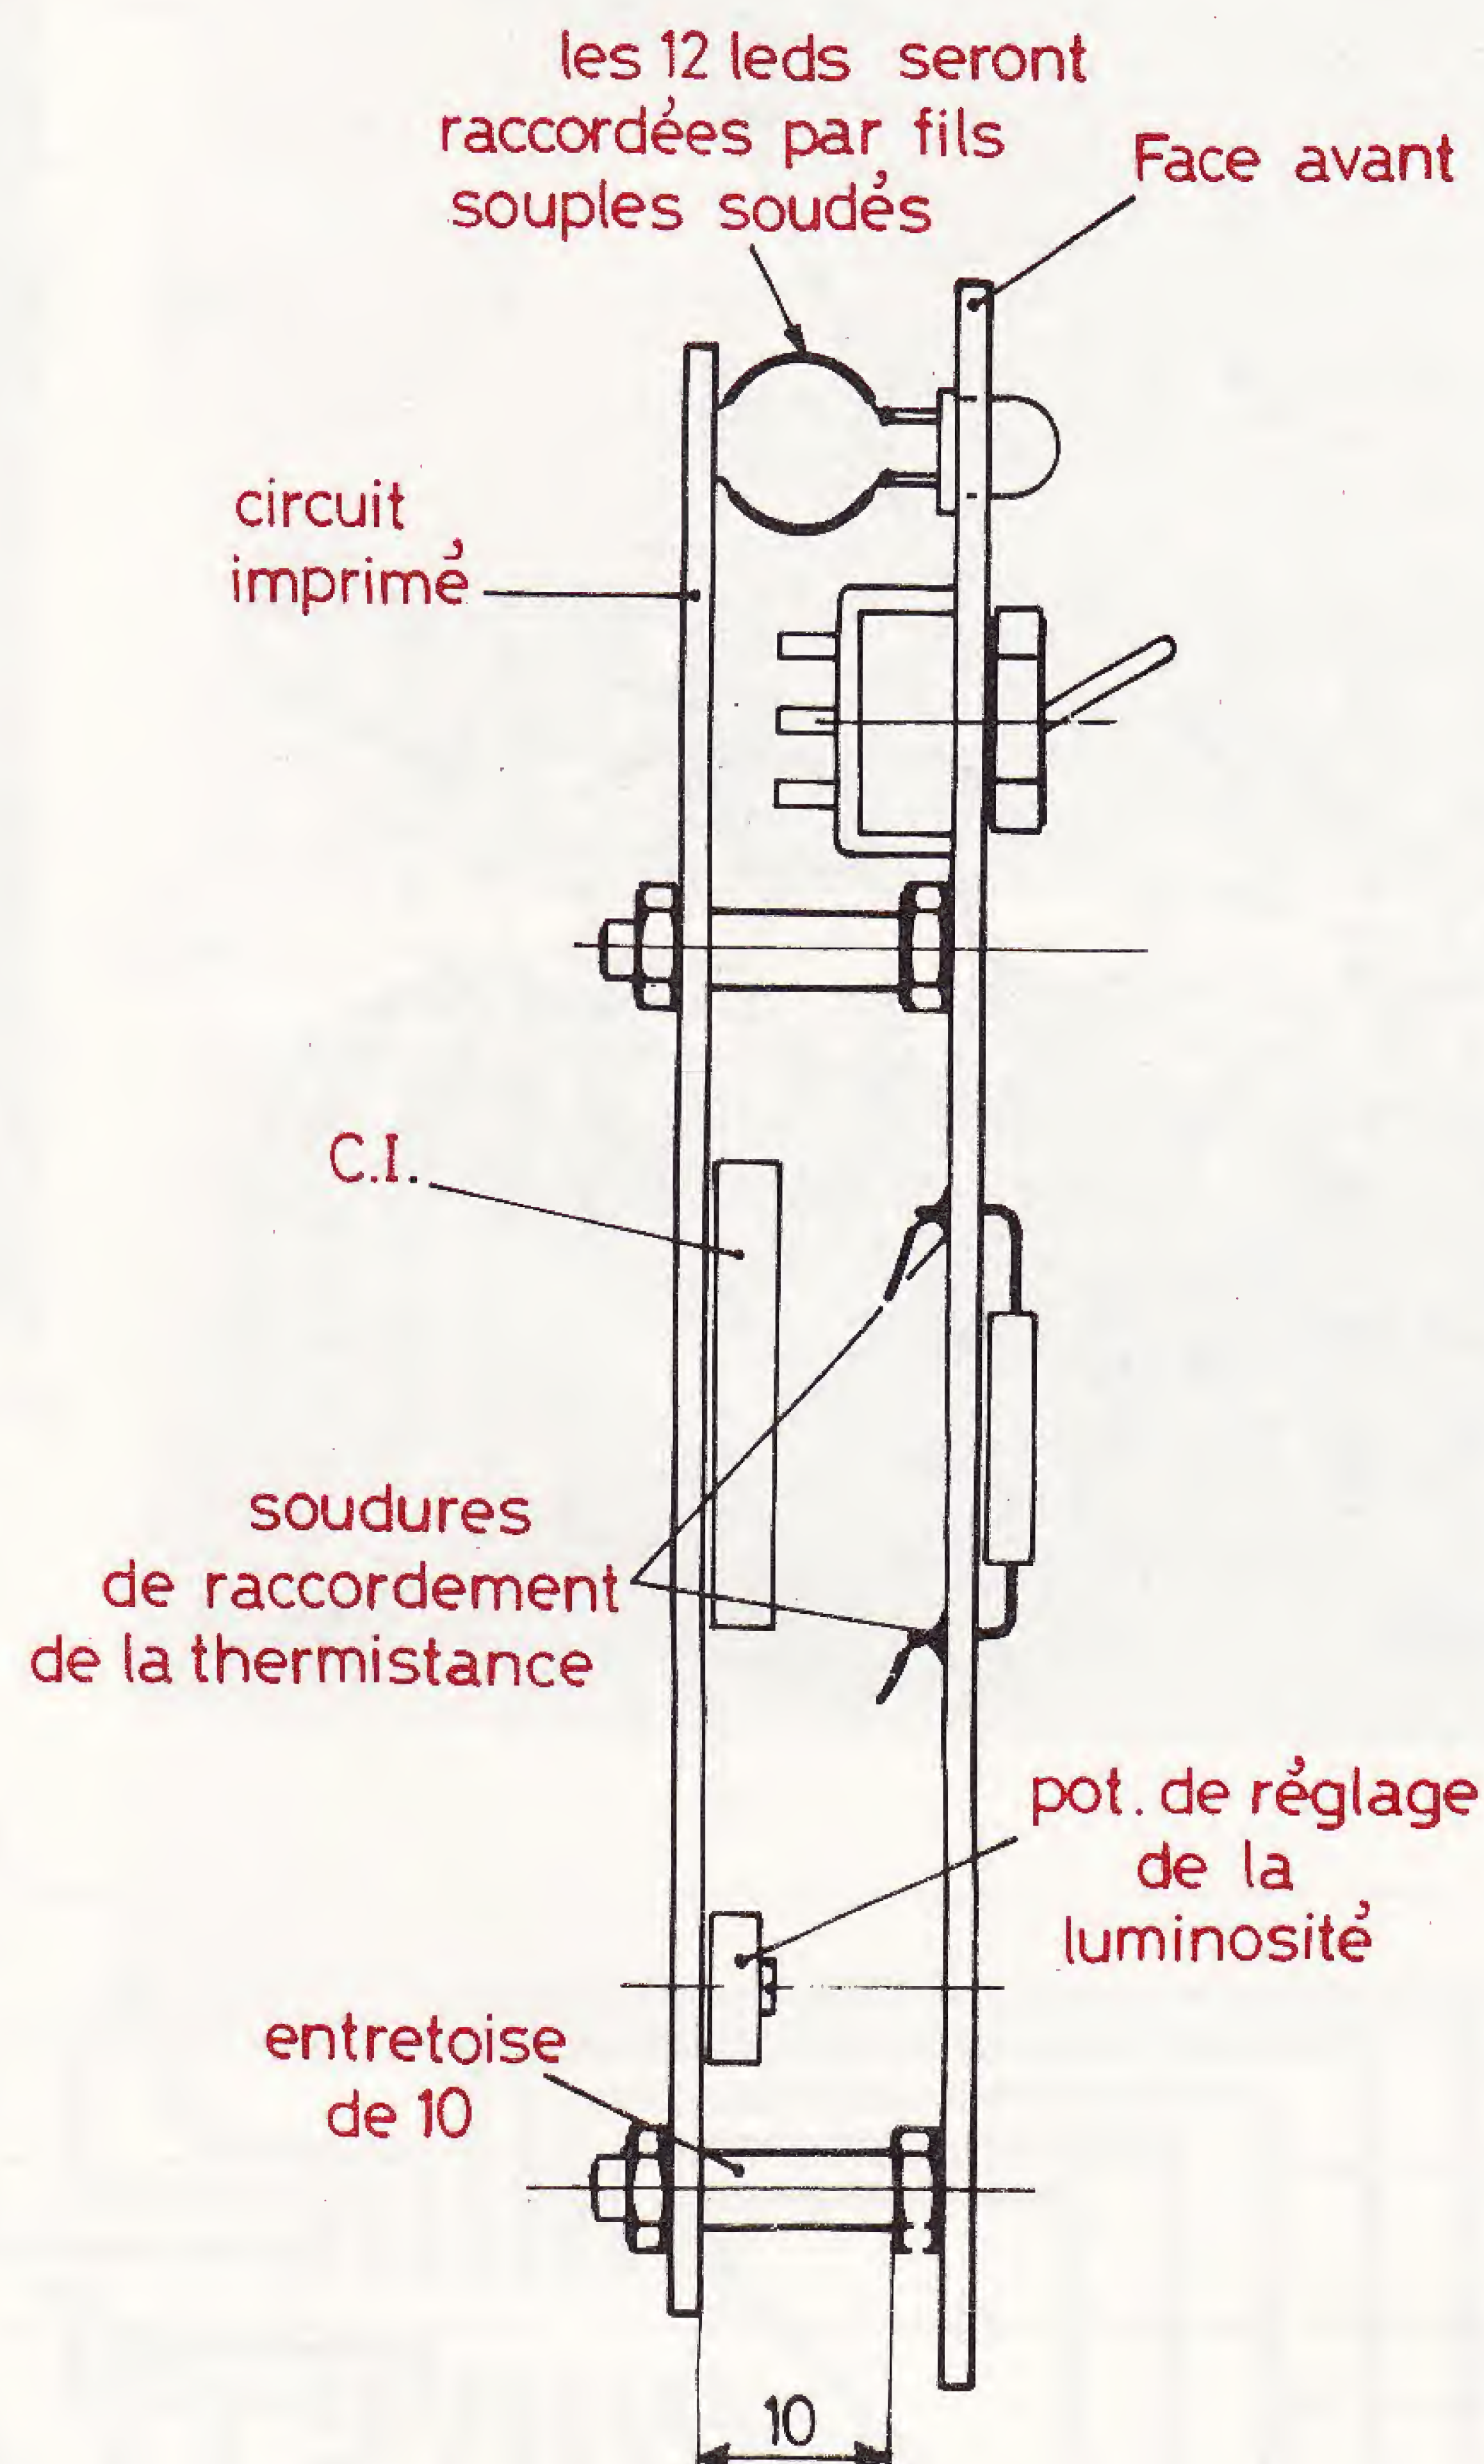

Fig. 5. – Montage mécanique de l'ensemble à l'aide d'entretoises.
L'implantation explicitée par la **figure 3** vous donne la marche à suivre pour réaliser le câblage. Les leds sont montées sur la face avant et fixées à l'aide d'une colle du type Scotch, de là, raccordez-les par des fils souples au circuit imprimé, faites de même pour la thermistance. La **figure 5** montre l'assemblage final avant la mise en boîte, toutefois un dernier trou est à pratiquer sur l'un des côtés du coffret, permettant de sortir le cordon d'alimentation.
La figure 4 aidera pour la procédure de câblage. On commencera par les résistances, puis le transistor. Ensuite on n'oubliera pas les quatre straps. On terminera par le circuit UAA 170, en évitant de trop chauffer les pattes et les diodes LED (16) en respectant l'orientation des broches : la figure 5 montre le repère sur le corps plastique des LEDS.